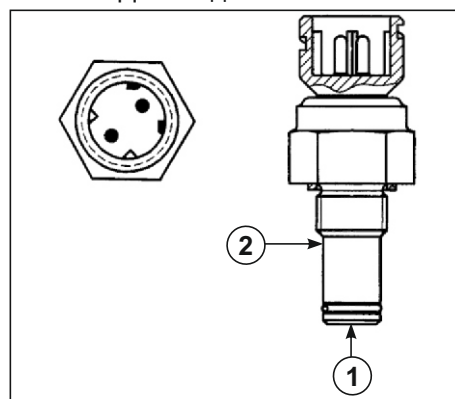

Рис. 95. Датчик засорения топливных фильтров.
**Датчик засорения топливных фильтров.** (см. Рис. 95)